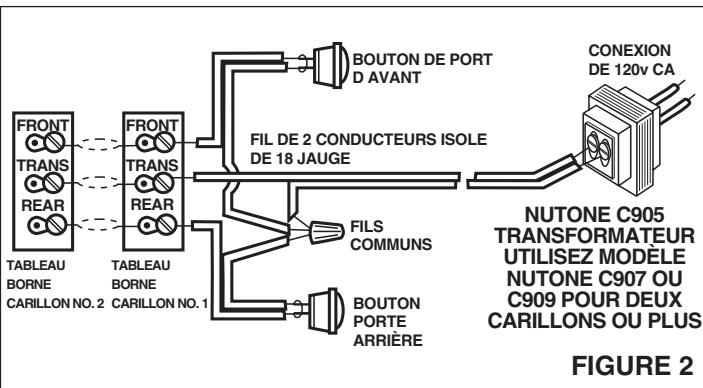

FIGURE 2
- Se réfère à la Figure 2.** Faites passer les fils dans le châssis de montage. Branchez les fils du transformateur et du bouton poussoir à la plaque à borne dans la plaque de base du carillon.